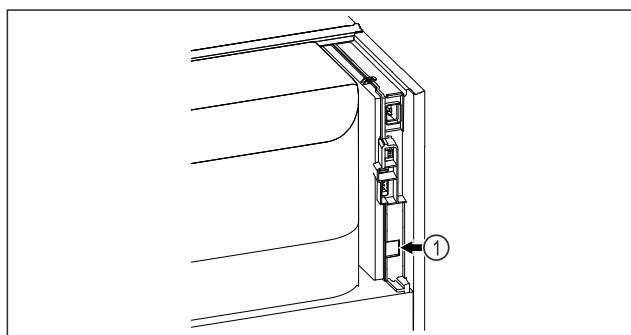

Fig. 129
- A SmartModule Fig. 129 (1) be van helyezve.